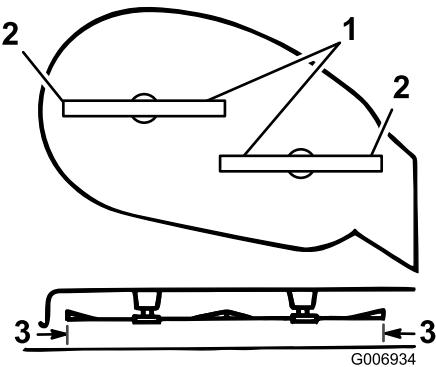

Figure 47
5. Tournez prudemment les lames pour qu'elles soient parallèles dans le sens transversal (Figure 47).
6. Mesurez la distance entre les tranchants extérieurs et le sol plat (Figure 47). Si les deux mesures diffèrent de plus de 5 mm, un réglage est nécessaire (voir les points 7 à 10).